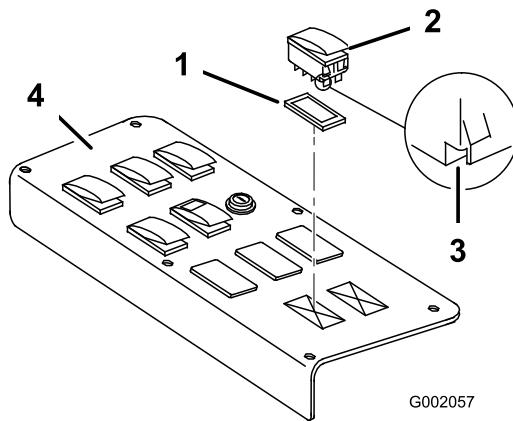

Рисунок 25
**Примечание:** Убедитесь, что ориентация выключателей соответствует указанной на Рисунок 25: выемки выключателей обращены в сторону задней части машины.